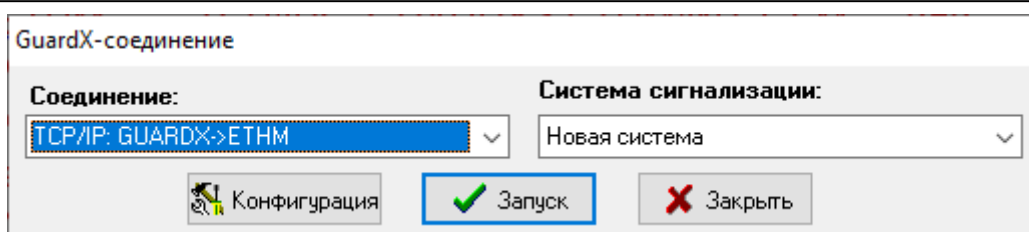

Рис. 16. ПО GUARDX: стартовое окно.
1. В стартовом окне ПО GUARDX в поле «Соединение» выберите тип связи: «TCP/IP: GUARDX->ETHM», «TCP/IP: GUARDX<-ETHM/INT-GSM» или «TCP/IP: сервер SATEL» (рис. 16).
1. В стартовом окне (рис. 16), в поле «Соединение», выберите «TCP/IP: GUARDX->ETHM», затем нажмите кнопку «Запуск».
1. В стартовом окне (рис. 16), в поле «Соединение» выберите «TCP/IP: GUARDX<-ETHM/INT-GSM», затем кликните по кнопке «Пуск».
1. В стартовом окне (рис. 16), в поле «Соединение», выберите «TCP/IP: GUARDX<-ETHM/INT-GSM», затем нажмите кнопку «Пуск».
1. В стартовом окне (рис. 16), в поле «Соединение» выберите «TCP/IP: сервер SATEL», затем нажмите кнопку «Пуск».